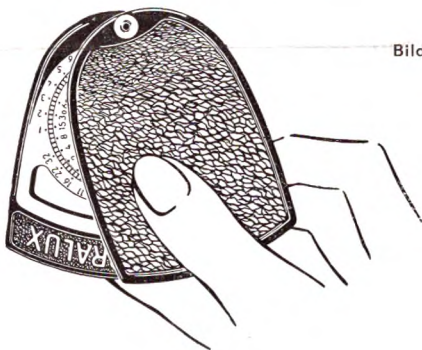

Bild 2
1. Der Belichtungsmesser wird in die Hand genommen und, wie aus Bild 2 ersichtlich, ganz aus dem **Einschlagbehälter herausgeschoben**.